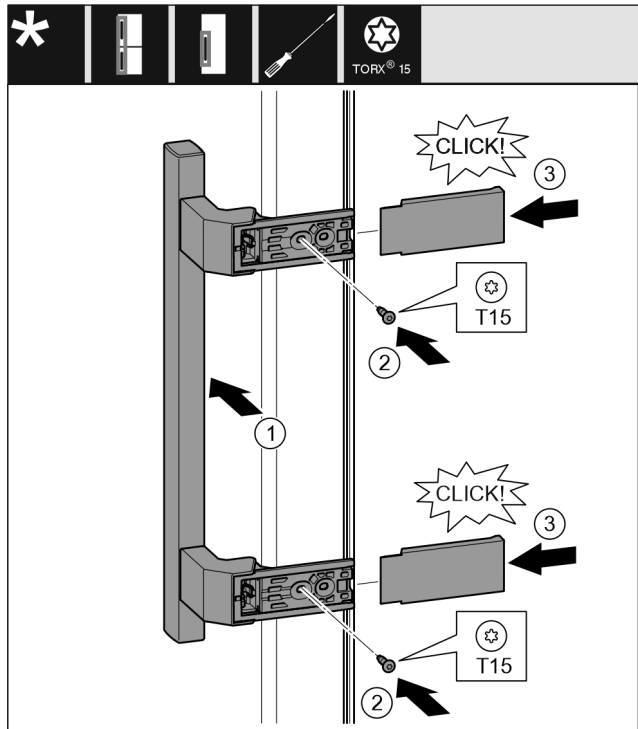

Fig. 15
- ▶ Aplicați și fixați mânerul pe partea opusă. Fig. 15 (1)
- ▶ Înșurubați ferm șuruburile cu șurubelniță T15. Fig. 15 (2)
- ▶ Aplicați lateral și împingeți capacele. Fig. 15 (3)